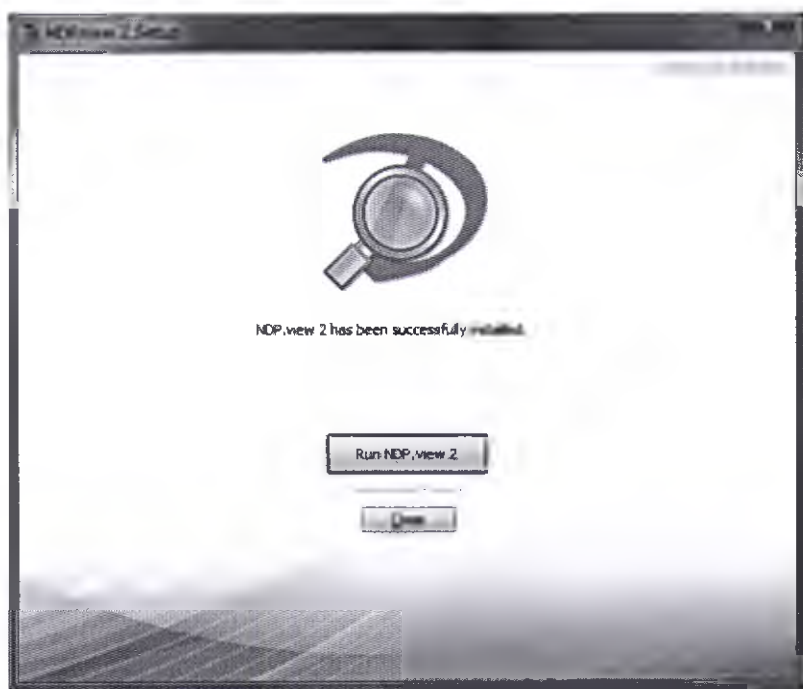

Рисунок 5
(5) После окончания установки на экране появится следующее диалоговое окно (Рисунок 5). Нажмите кнопку [Run NDP.view 2] (Вызвать NDP.view 2) для запуска программы NDP.view 2 или кнопку [Close] (Заккрыть) для завершения установки.